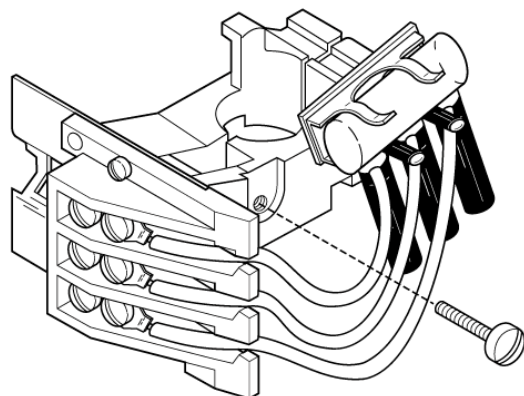

Рис. 1
2. Ослабьте винт крепежного хомута, чтобы механизм легко перемещался на трубке кожуха (См. **рис. 1**).